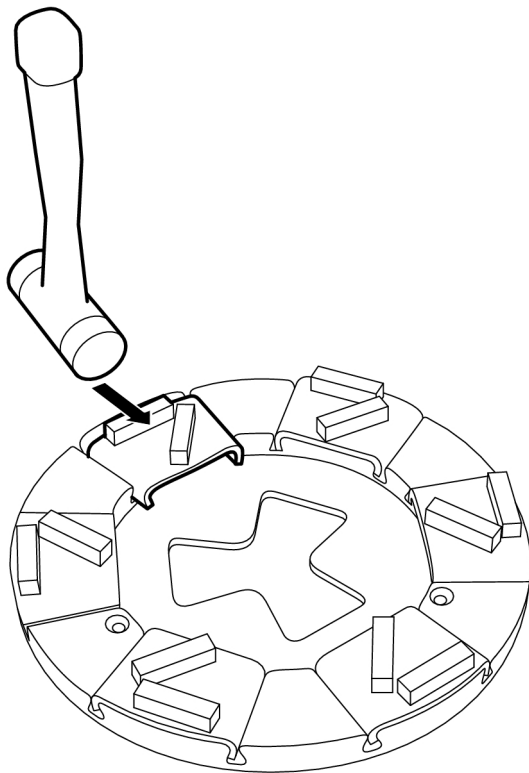

Figura 4-15. Aflojamiento de la herramienta pulidora
1. Soltar la herramienta pulidora, golpeando suavemente con un martillo para que se suelte la fijación; ver Figura 4-15, página 26. A continuación, levantar la herramienta para sacarla de la ranura guía.